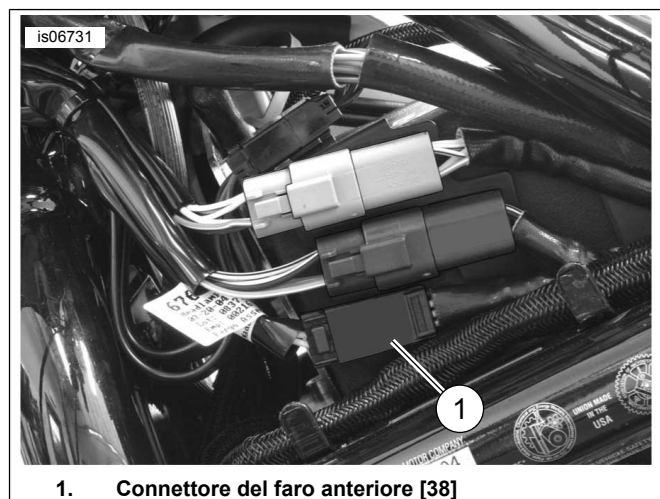

Figura 30. Punti di giunzione dei fili (V-Rod 2005 e anni successivi)
1. Vedere Figura 30. Tagliare il filo arancione/bianco del **cablaggio principale del veicolo** in prossimità del connettore maschio [38A] (1) del faro anteriore.